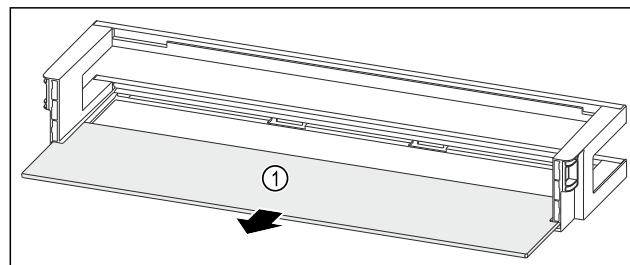

Fig. 116 Raft montat pe ușă cu raft
- Extragăti raftul Fig. 116 (1).